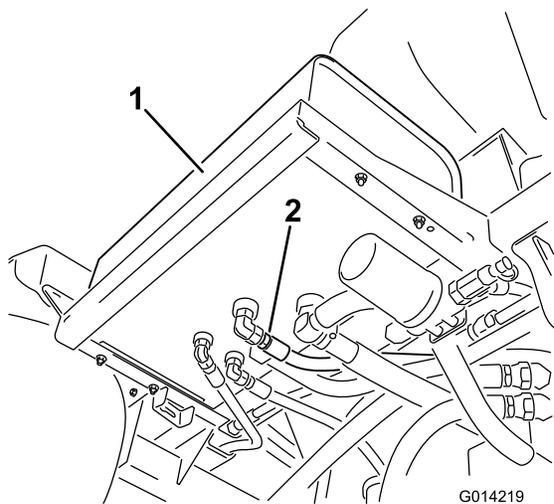

图 101
4. 从油箱上拆下软管接头将油排放到盘中图 101。
2. 清洁液压油箱底部的 1 个液压软管接头周围的区域图 101。